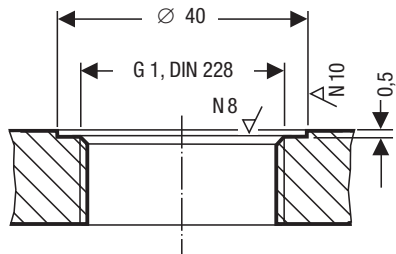

Fig. 5
5. Dichtflächen auf Behältergewindestutzen oder Flanschdeckel überprüfen. **Fig. 5**
- Die Dichtflächen vom Behältergewindestutzen oder Flanschdeckel müssen gemäß **Fig. 5** technisch einwandfrei bearbeitet sein!